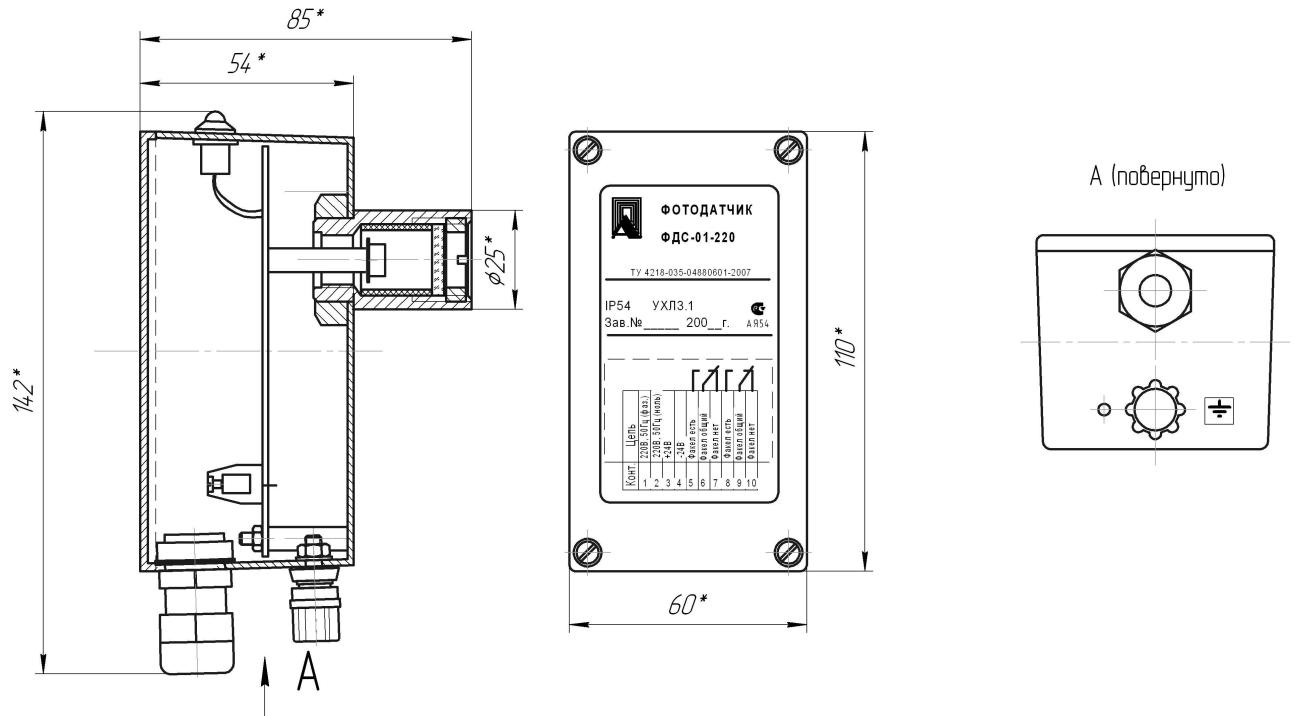

Рис.2. Конструкция фотодатчика.
7.3. На корпусе расположен заземляющий зажим, поз.6 Рис.2., отмеченный знаком заземления.
9.1.2. Механическое крепление фотодатчика на объекте возможно на любой плоскости монтажным фланцем с обдувом воздухом Рис.4, с помощью винтов и гаек М5 или иным способом, используя установочный размер $\square 25$ бленды поз.9 Рис.2.
1. Подключение внешних проводов к колодке клеммной поз.5 производить при ослабленной накидной гайке ввода кабельного поз.4 Рис.2.
10.2. При эксплуатации техническое обслуживание сводится к регулярному (в зависимости от запыленности помещения) поддержанию чистоты защитного окна, поз.3 Рис.2 и ежедневной проверке фотодатчика на функционирование в составе основного оборудования по состоянию светового индикатора.